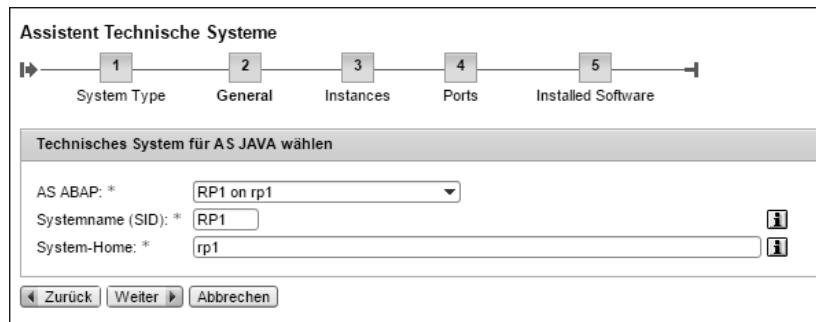

Abbildung 4.18 Technisches System für AS Java wählen
2. Im nächsten Schritt wählen Sie für ein Double-Stack-System das zugehörige technische System unter **AS ABAP** (siehe Abbildung 4.18) aus, für Java-only-Systeme wählen Sie die Option **None (standalone AS Java)** aus. Dann klicken Sie auf **Weiter**.